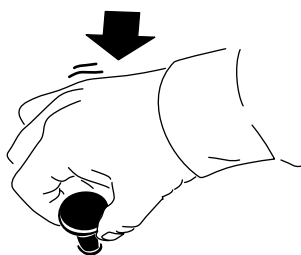

図 13
- スイッチを押す 図 13 と PTO が解除されアタッチメントが停止する。